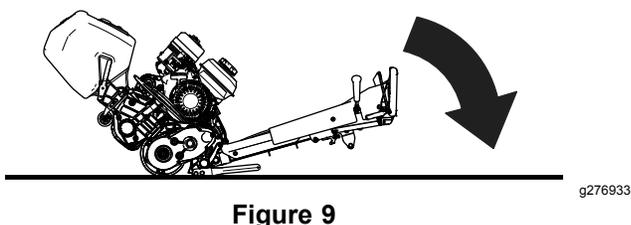

Figure 9
2. Accédez à l'unité de coupe en abaissant le guidon de la machine au sol (Figure 9).